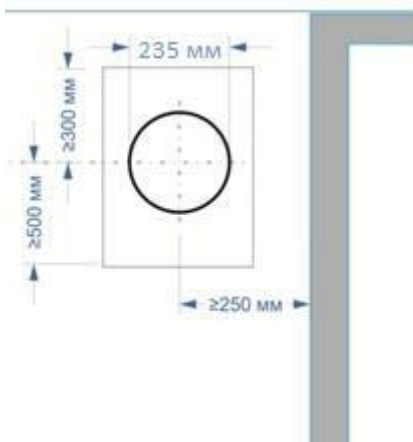

Рис.7
- Центр отвору повинен знаходитися на відстані не менше 270 мм від краю вікна (рис. 7)